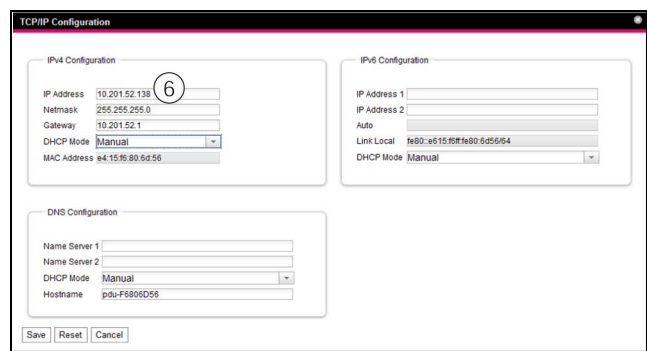

Abb. 19: Anpassen der TCP/IP-Einstellungen
- Ändern Sie im Fenster **TCP/IP Configuration** im Gruppenrahmen **IPv4 Configuration** die IP-Adresse des Geräts auf eine im Netzwerk erlaubte Adresse ab (Abb. 19, Pos. 6).